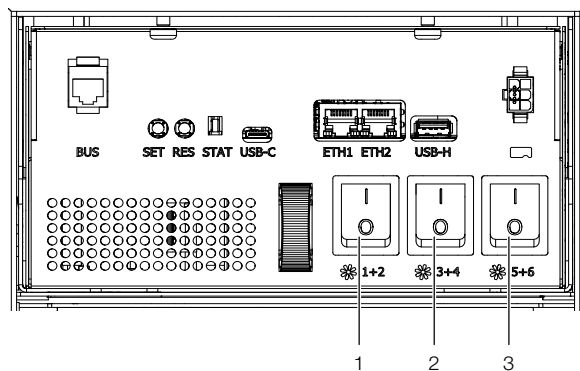

Imagen 49: Módulo electrónica
En el LCP Inline Flush el interruptor de encendido/apagado 3 (imagen 49, pos. 3) no tiene asignación y por lo tanto carece de función.